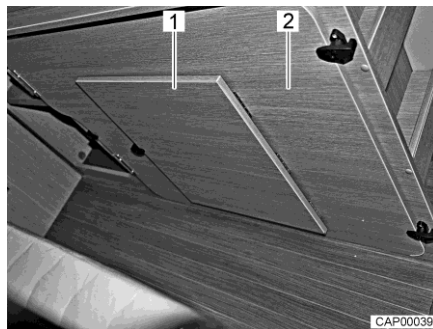

Fig. 50 Tabla de apoyo en el armazón de la cama derecho
- Quitar la tabla de apoyo adicional (Fig. 50,2) del armazón de la cama derecho en la parte trasera.
- Desplegar el reposapiés (Fig. 50,1) en la tabla de apoyo.